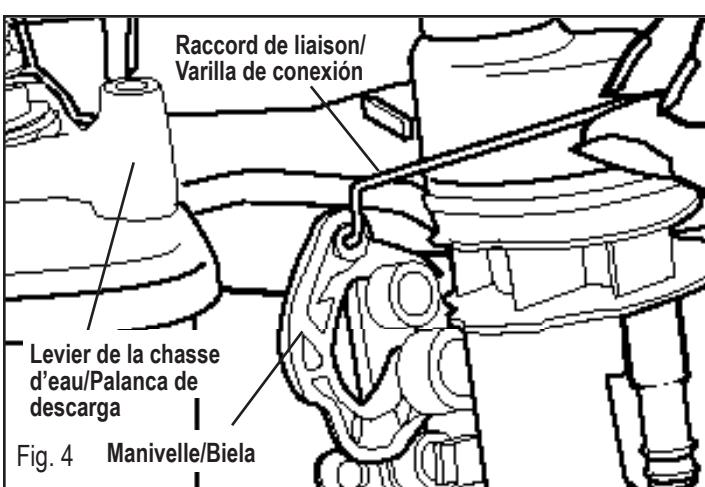

Fig. 4 Manivelle/Bielas
9. Remove Link from crank arm of Water Module (Fig. 4).
9. Retirez le raccord de liaison de la manivelle du module d'eau (Fig. 4).
9. Retire la varilla de conexión de la biela del módulo de agua (fig. 4).